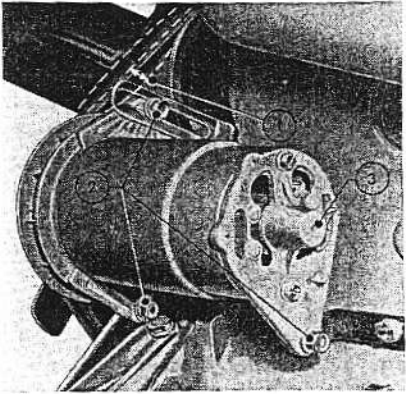

Fig. 23
1. Zet de tuit van het oliespuitje in het smeergat van het achterste dynamolager (fig. 23) en laat er enkele druppels motorolie in lopen.